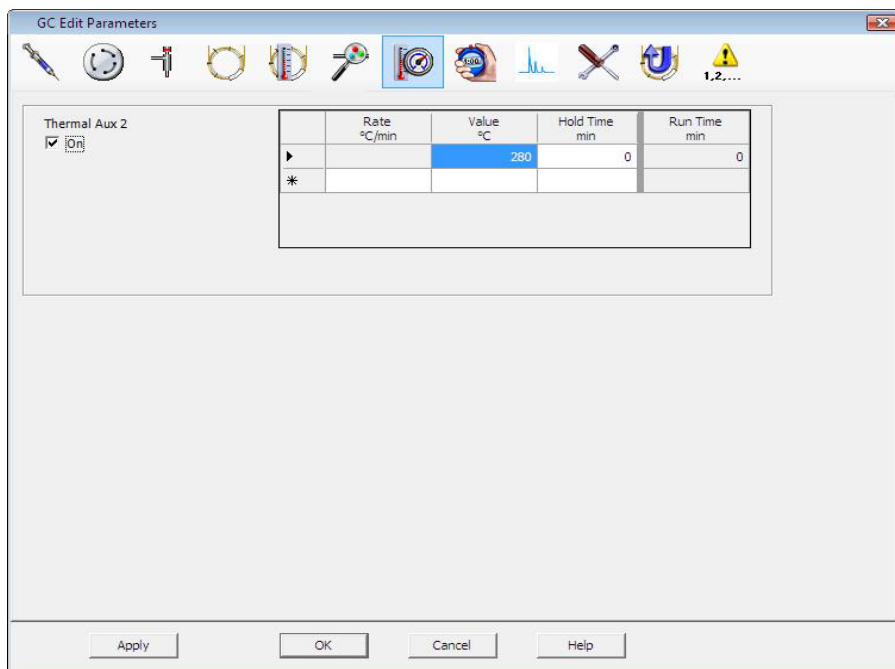

Figura 16 Impostazione della temperatura dell'interfaccia
- 3 Selezionare l'icona **Aux** per modificare la temperatura dell'interfaccia (Figura 16).